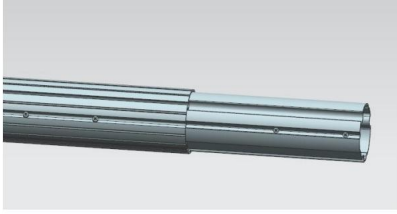
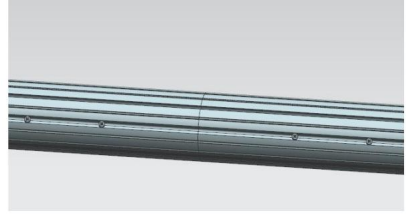

Figure C10
Figure C11
3.4 Retirez les tubes de raccordement aux deux extrémités du tube d'enroulement central jusqu'à la position limite rouge, assemblez les tubes d'enroulement gauche et droit et fixez-les avec la vis A au niveau de la connexion. (Figure C10, Figure C11)